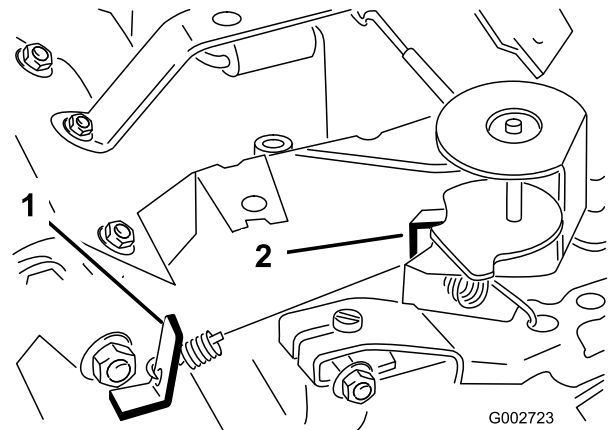

図 39
3. 調速アイドルスプリングアンカーの耳 (図 39) を曲げて、エンジン速度を $1725 \pm 50 \text{RPM}$ に調整する。
6. 高速アイドルスプリングアンカーの耳 (図 39) を曲げて、エンジン速度を $3400 \pm 50 \text{rpm}$ に調整する。